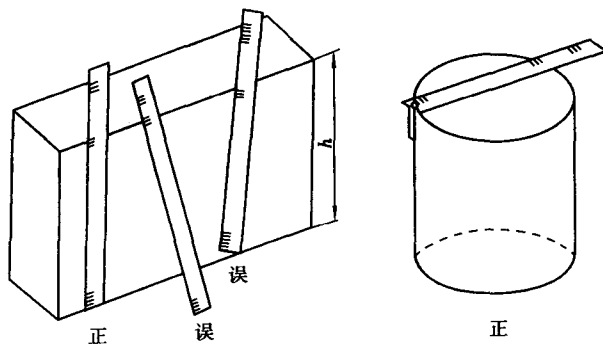

图 1.1.2
斜,否则,从尺上读得的数比被测的实际尺寸大(如图 1.1.2 所示)。
4. 用钢直尺测量圆柱形的截面直径时,钢直尺的端边要与被测面的边缘相切,然后左右摆动钢直尺找出最大尺寸,即为所测直径尺寸(如图 1.1.2 所示)。
• 正确使用钢直尺的例子如图 1.1.2 所示: